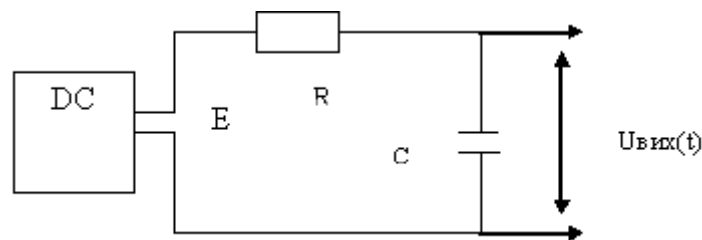

Рис.2. Інтегруючий RC- ланцюг
Існує інтегруючий RC- ланцюг; постійна часу ланцюга $T = RC$ (рис.2)
1. Використовуючи генератор прямокутних відеоімпульсів, двопробеневий осцилограф і отримані дані, згідно з варіантом (задається викладачем для кожної бригади), резистор та конденсатор, зібрати схему згідно з рис.2.
3. Побудувати схему (рис.2) у пакеті Electronic Workbench. Роздрукувати схему і отримані осцилограми та додати до звіту.